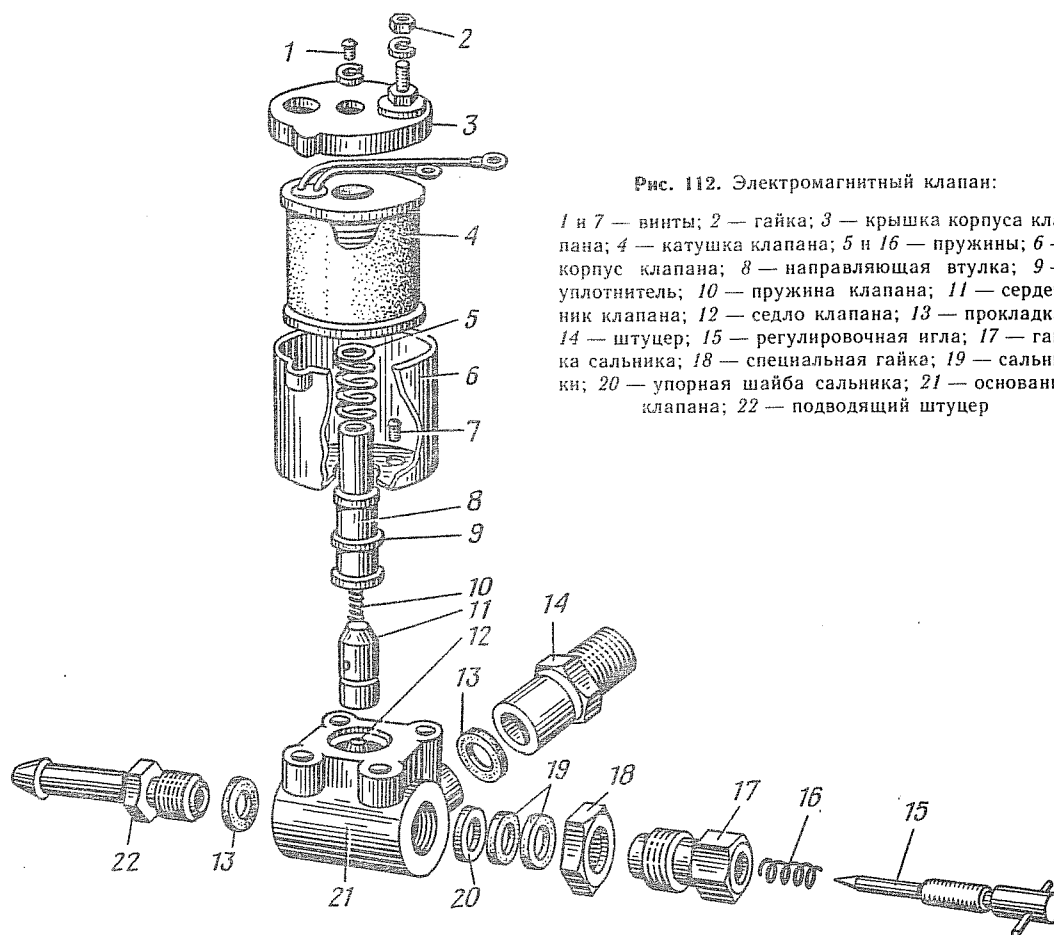

Рис. 112. Электромагнитный клапан:
Примечание. Разбирать (полностью или частично) электромагнитный клапан следует лишь при необходимости устранения следующих неисправностей: заедание сердечника 11 (рис. 112) клапана в направляющей втулке 8, течь бензина через прокладки 13 и сальник 19, механические повреждения деталей клапана, межвитковое замыкание в катушке клапана и обрыв проводов.
3.1.1. Установить прокладку 13 (рис. 112) и вернуть до отказа подводящий штуцер 22 (тиски 1-150, накладки для губок тисков, ключ 12).